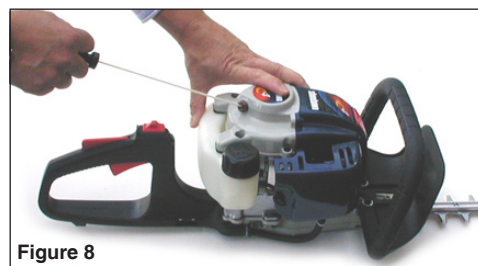

Figura 8
5. Ponga la máquina en el suelo. Sujete el motor por la cubierta con la mano izquierda y con la mano derecha, empuñe el mango del arrancador. Consulte Figura 8.